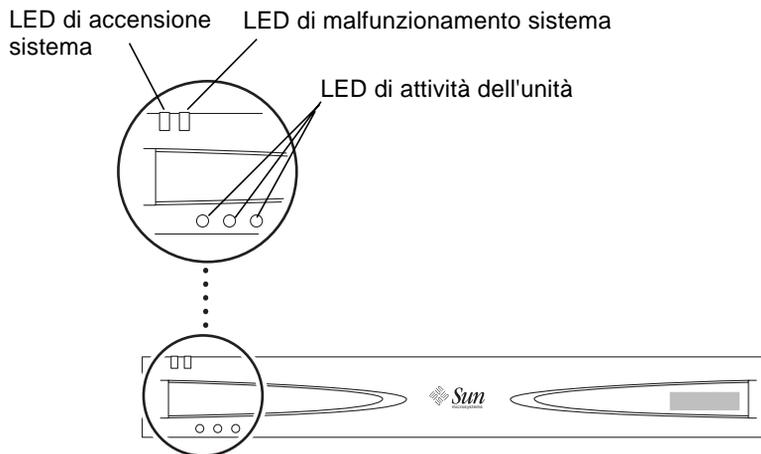
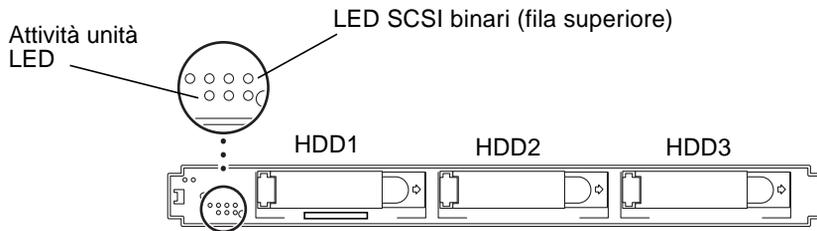

FIGURA 5-1 LED del pannello anteriore con coperchio
FIGURA 5-2 LED del pannello anteriore con coperchio rimosso
I LED del pannello anteriore indicano l'alimentazione del sistema, i malfunzionamenti, l'attività del disco rigido e le assegnazioni degli ID SCSI. Nella FIGURA 5-1 e nella FIGURA 5-2 viene illustrata la posizione dei LED del pannello anteriore, mentre nella TABELLA 5-1 sono riportati i significati corrispondenti e le eventuali azioni correttive. Il sistema è dotato inoltre di una scheda di riferimento rapido in cui sono indicati i significati dei LED dell'ID SCSI.
2. **Individuare i LED SCSI binari (vedere la FIGURA 5-2).**